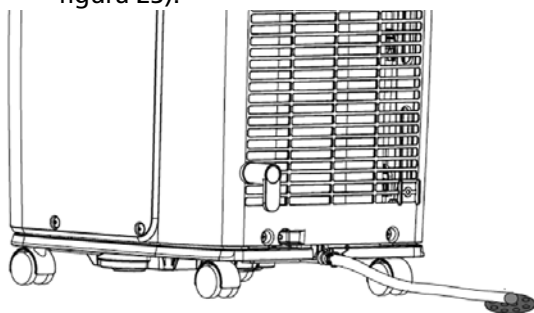

Figura 23
- 5 Per scaricare l'acqua di condensa, estrarre il tubo dal supporto e scaricare l'acqua di condensa in un pozzo di scarico o in una vasca di raccolta (vedere la figura 23).